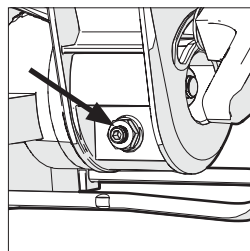

Fig. 9
- Lossa låsmuttern på avfasningsvinkelns justeringskruv med en 10 mm skiftnyckel och 3 mm insexnyckel (ingår inte) (**Fig. 9**).